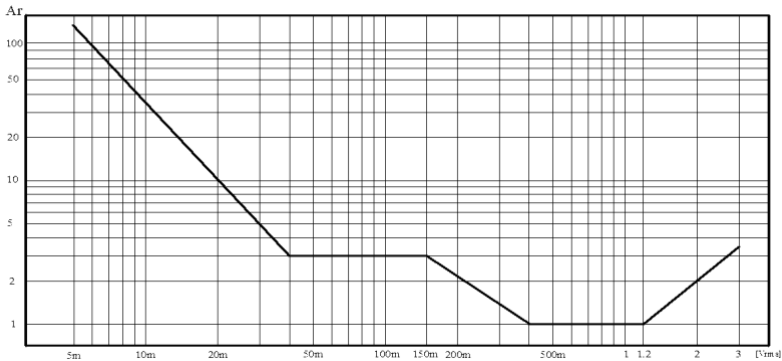

Abbildung 6-2 Grundgenauigkeitsmodifikationskurve über die Messspannung V_s
- 2) Lesen Sie den Genauigkeitsmodifikationskoeffizienten A_r aus Abbildung 6-2 ab und multiplizieren Sie diesen mit dem Wert aus Schritt 1.